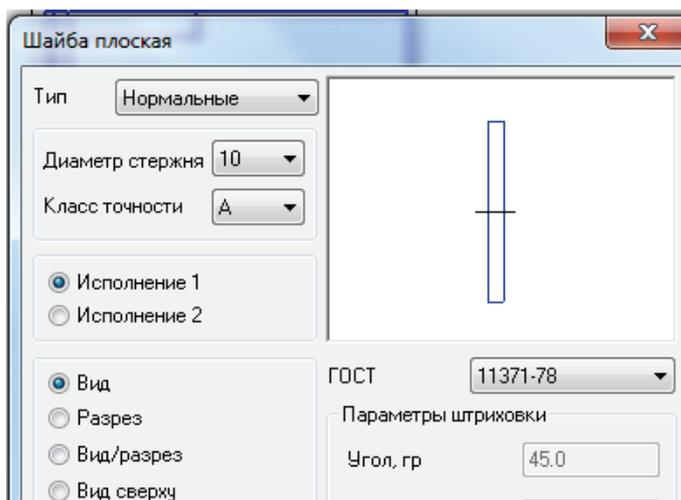

Рис. 5.7
- После завершения установки болта возвратиться обратно в библиотеку. Выбрать шайбу по варианту задания, например, стопорную плоскую ГОСТ 11371-78 (исп. 1). Указать диаметр 10 мм, Вид (рис. 5.7). Нажать ОК.